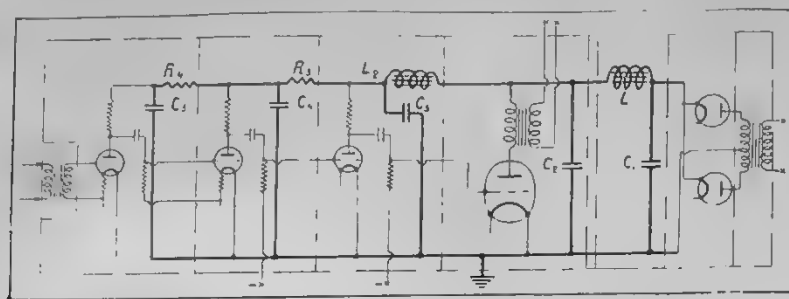

Рис. 3. Вариант фильтра с сопротивлениями в последних ячейках
3) Дроссели L_3 и L_4 могут быть с успехом заменены сопротивлениями по несколько десятков тысяч ом. В дешевых установках сопротивления могут быть металлическими (рис. 3).